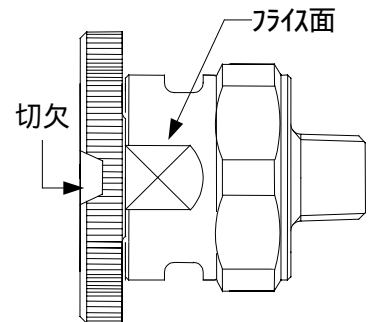

図4. 組付図
(3) 注意事項
- iii. 組付け時、本体のひねりが不十分ですと脱落の原因になりますので、注意して下さい。正しい組付け状態は図4となります。フライス面と切欠を合わせるようにして下さい。